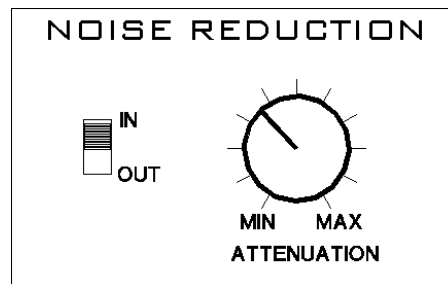

Figura 6 – Módulo Reductor Adaptante de Ruido Aleatorio (Noise Reduction)
El **MÓDULO REDUCTOR ADAPTANTE DE RUIDO ALEATORIO (NOISE REDUCTION)** (vea la Figura 6) a diferencia del Reductor Adaptante de Ruido Predecible (Deconvolver) es útil para suprimir ruidos que no tienen correlación con el tiempo, sino que tienen como características el aparecer *al azar* y ser *impredecibles*. Ejemplos de este tipo de ruido son los ruidos de sistemas de aire acondicionado, ruidos causados por el viento, estática de radio, siseo de cinta magnética, etc. Para hacer funcionar este módulo, posicione el interruptor del **MÓDULO REDUCTOR ADAPTANTE DE RUIDO ALEATORIO (NOISE REDUCTION)** en la posición de **ENCENDIDO (IN)**.